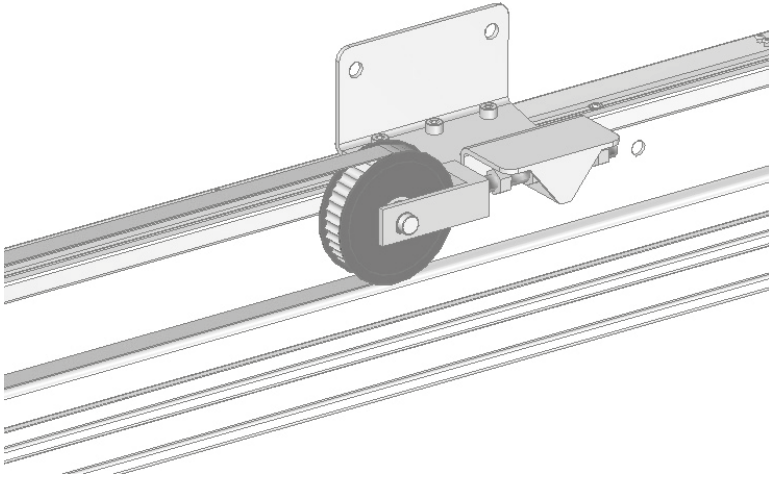

Fig. 11
- Dopo aver verificato il corretto allineamento tra puleggia motore e puleggia folle, tendere la cinghia fino ad una forza di tensione diN (Fig. 11).